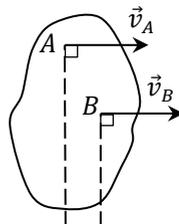

Рис. 22\*
5. Вектора скоростей точек параллельны, направлены в одну сторону и не лежат на общем перпендикуляре (рис. 22\*). МЦС находится в бесконечности, скорости равны между собой. Случай мгновенного поступательного движения: